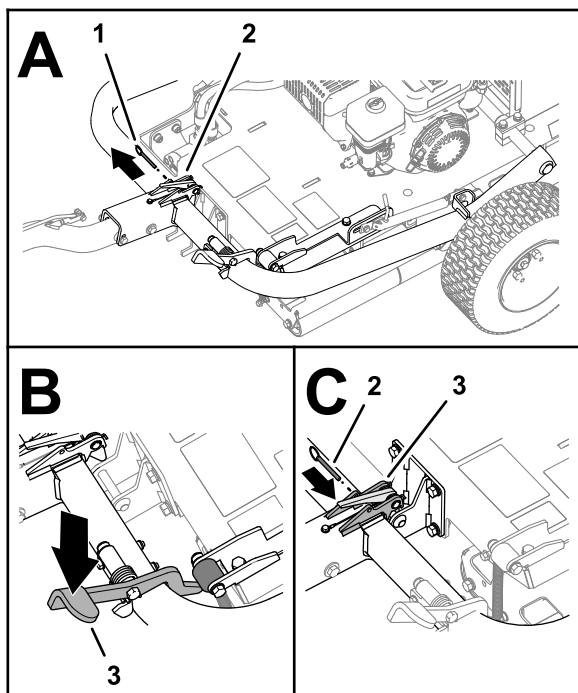

Figura 8
6. Si está instalado, retire el pasador de bloqueo del cierre (Figura 8).
7. Pise el pedal de cierre de la barra de tracción hasta que la barra de tracción se bloquee en su sitio (Figura 8).
8. Inserte el pasador de bloqueo a través de los orificios en el cierre (Figura 8).